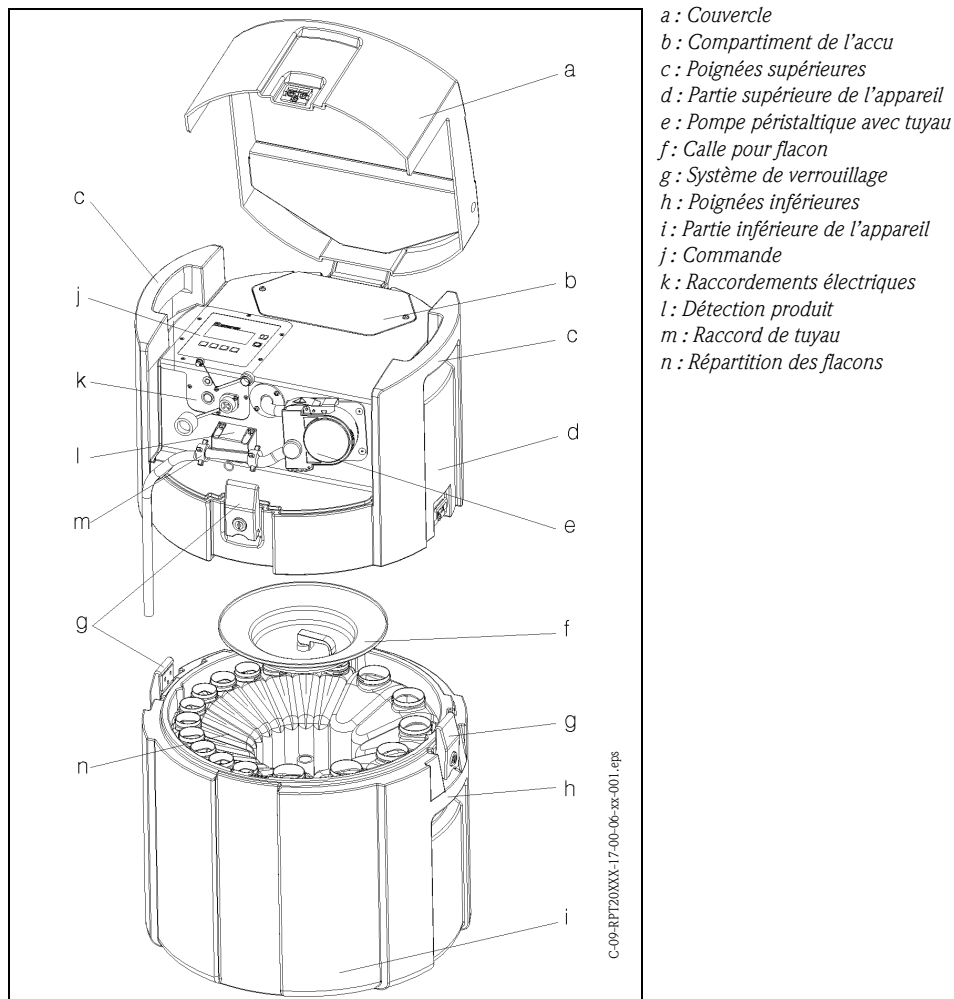

Fig. 2: Vue de l'échantillonneur portable
1. Dévisser le couvercle du compartiment de l'accu (=> Fig. 2, pos. b).
5. Une fois le raccordement effectué, revisser le couvercle du compartiment de l'accu (=> Fig. 2, pos. b).
4. Visser le tuyau de prélèvement au raccord de tuyau (=> Fig. 2, pos. m).